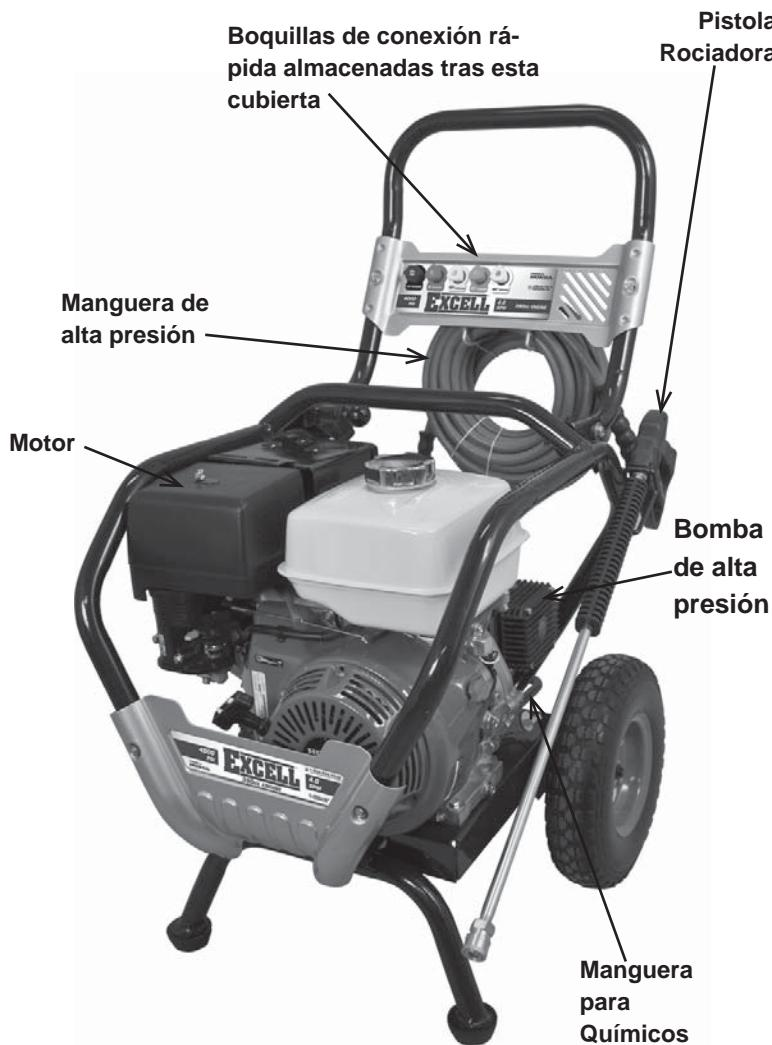

FIG. 5
8. Conectar la manguera de alta presión a la pistola. Apretarla de manera segura. (Fig. 5)